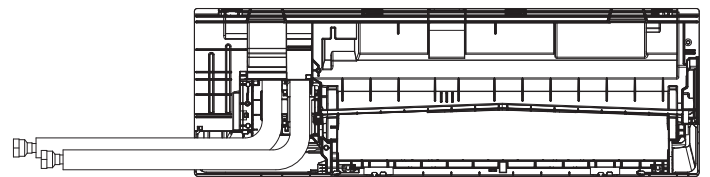

Fig. 3-15
- (8) Fixer le matériau d'isolation Ⓛ aux parties coupées des cache-tuyaux pour les isoler. (Fig. 3-15, 3-16)
- (9) Fixer le couvercle de boîtier Ⓐ.